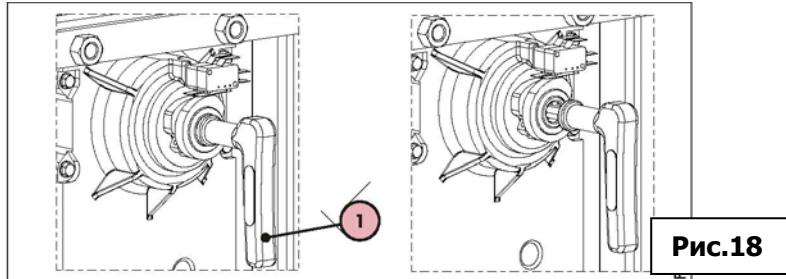

Рис.18
- 3) Вставить специальный ключ внутри стойки в отверстие расцепления (рис. 18, поз.1) и повернуть его против часовой стрелки на несколько оборотов до механического упора.
**Внимание: Имеющаяся кромка на ключе расцепления должна оставаться на валу (рис. 18 поз.В). При достижении этого положения, не поворачивать ключ дальше, чтобы не подвергать риску систему.**